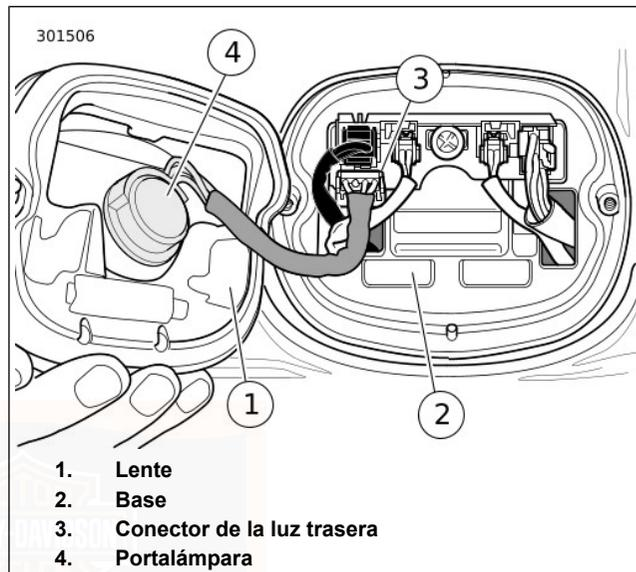

Figura 63. Conjunto de la luz trasera
1. Vea Figura 63. Gire el interruptor de encendido a OFF (apagado).
2. Extraiga los dos tornillos y el lente (1) de la base (2).